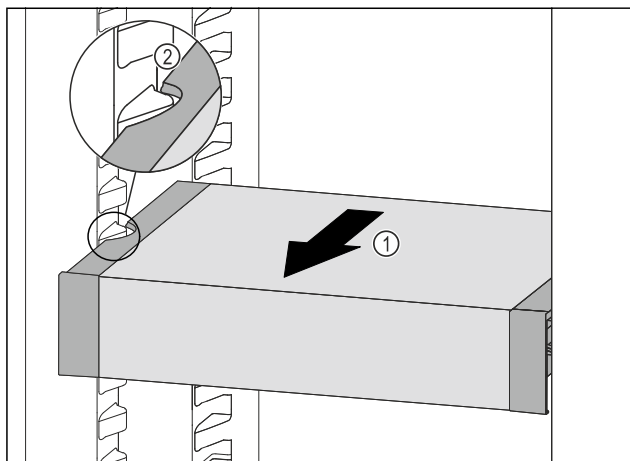

Fig. 184
- ▶ 向前拉动 VarioSafe Fig. 184 (1)，直至 VarioSafe 的侧部凹槽与冷藏区中的容器肋梁持平。 Fig. 184 (2)